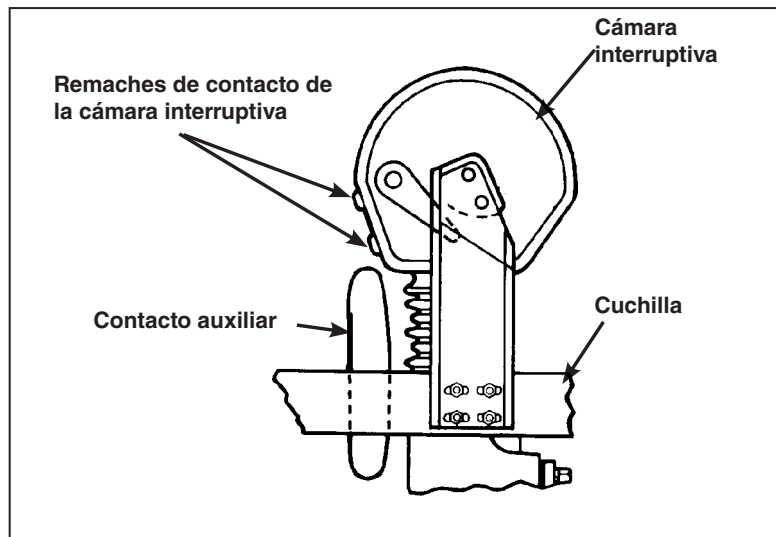

Figura 43. Conjunto de las cuchillas moviéndose en la dirección de apertura.
- (f) Mueva la cuchilla en la dirección de apertura y verifique que cada contacto auxiliar se enganche bien con sus remaches de contacto respectivos de la cámara interruptiva antes de que los contactos de la cuchilla se suelten de los conjuntos de contacto estacionario principal. Vea la Figura 43. Los contactos auxiliares se pueden doblar según se necesite para adaptarse a estas condiciones.